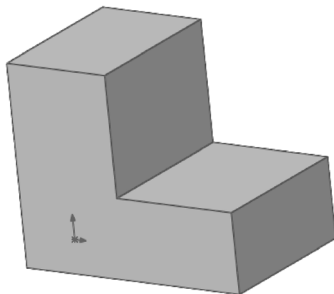

图 6-106 创建拉伸特征
- 5) 单击“特征”控制面板中的“拉伸凸台/基体”按钮 ，在 （深度）文本框中输入“40”，然后单击 （确定）按钮，创建的拉伸特征如图 6-106 所示。